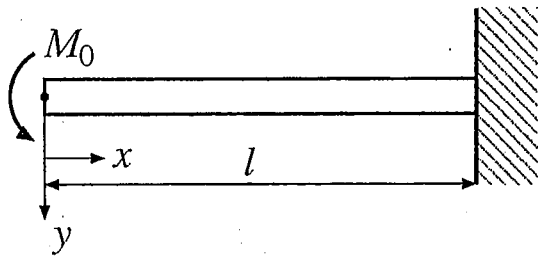

図4-1
- 4 図4-1のように自由端に偶力 M_0 が作用する片持はりのたわみ曲線 $y(x)$ と最大たわみ y_{max} を求めよ。ただし、はりの曲げ剛性を EI とする。微分方程式を解く過程を示すこと。[20点]